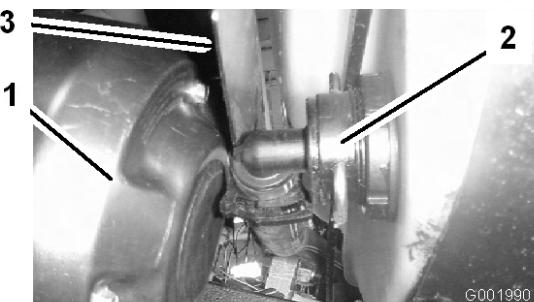

Figura 54
3. Scollegate il flessibile situato sulla parte anteriore del serbatoio, in basso (Figura 54).
Nota: All'occorrenza, mentre rimuovete il carter spingete indietro lo schermo termico (Figura 54).
7. Collegate il flessibile alla parte anteriore del serbatoio (Figura 54).